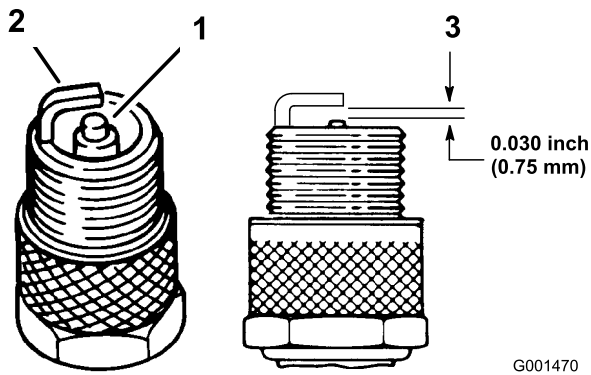

Bild 30
1. Sehen Sie sich die Mitte der Zündkerzen an (Bild 30). Wenn der Kerzenstein hellbraun oder grau ist, ist der Motor richtig eingestellt. Eine schwarze Schicht am Kerzenstein weist normalerweise auf einen schmutzigen Luftfilter hin.
3. Prüfen Sie den Abstand zwischen den mittleren und seitlichen Elektroden (Bild 30). Verbiegen Sie die seitliche Elektrode (Bild 30), wenn der Abstand nicht stimmt.
3. Schließen Sie die Zündkerzenstecker an die Zündkerzen (Bild 30).